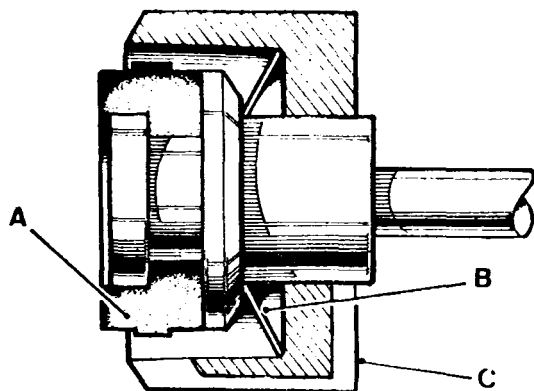

Fig. B-13 Montaje de la empaquetadura de la válvula
- b) La empaquetadura, arandela elástica y separador se montarán en su posición, (Fig. B-13).